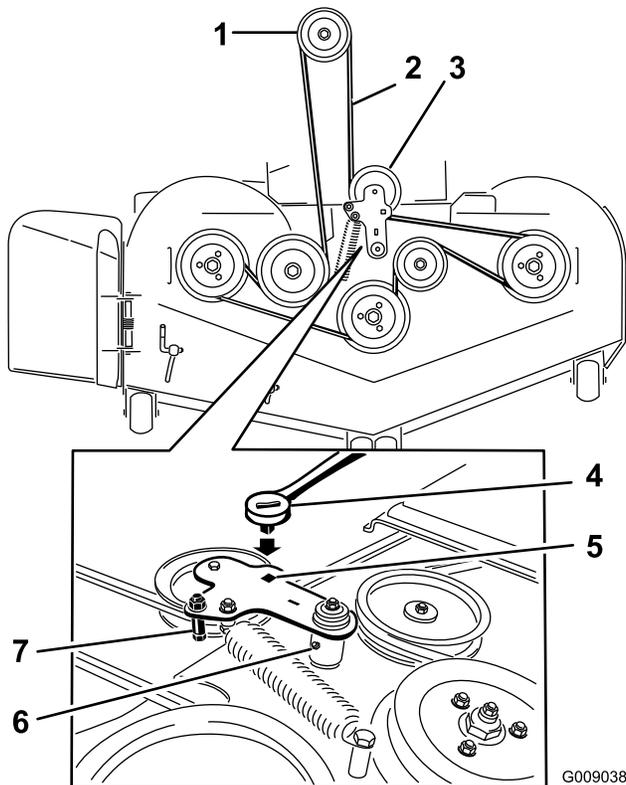

Figura 76
5. Utilice una llave de carraca en el taladro cuadrado del brazo tensor para aliviar la tensión del muelle tensor (Figura 76).
7. Retire la guía de la correa del brazo tensor tensado con muelle según lo ilustrado en Figura 76.
- Pase la correa nueva alrededor de las poleas del cortacésped y de la polea del embrague, debajo del motor (Figura 76).
- Instale la guía de la correa en el brazo tensor según se muestra en Figura 76.
- Utilizando la llave de carraca en el taladro cuadrado, instale el muelle tensor (Figura 76).